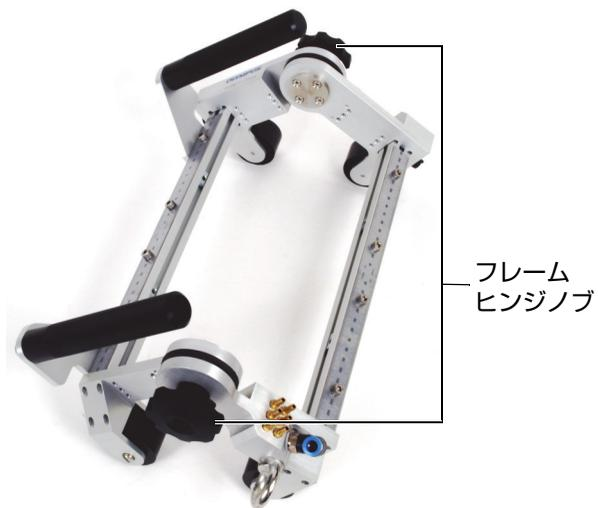

図 2-1 フレーム角度の調整
1. 2つのフレームヒンジのノブを緩めます (36 ページの図 2-1)。